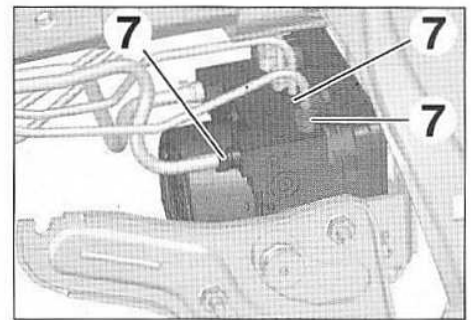

FIG.34
- Desserrer les raccords des canalisations (7) sur le groupe électrohydraulique (Fig.34).